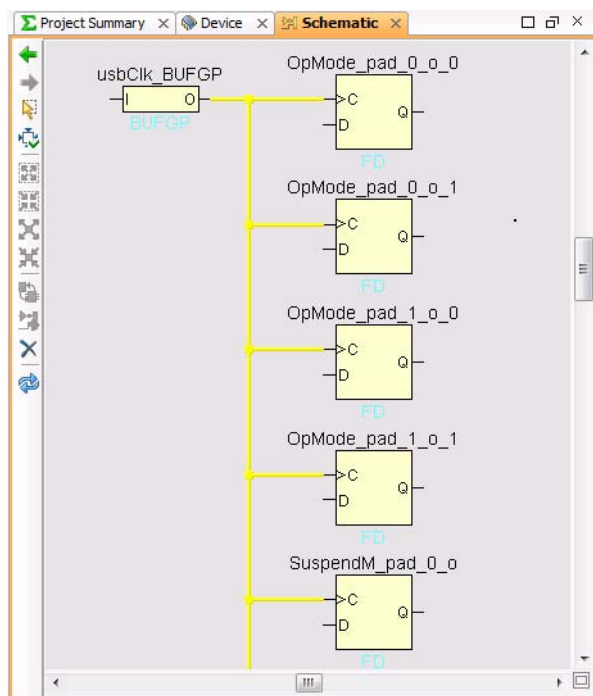

図 49：回路図でのクロック信号の表示
2. 回路図の上部の `usbClk_BUFGP` BUFGP を拡大します (図 49)。